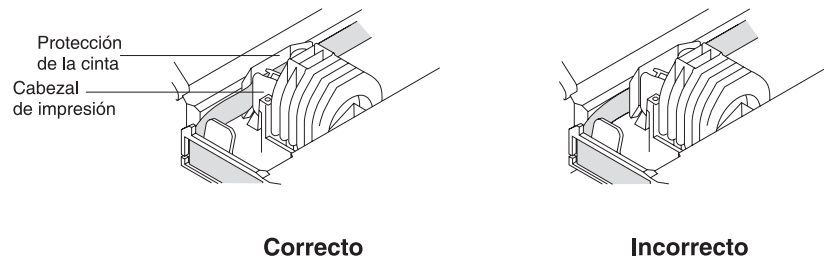

Figura 25. Vía de acceso a la cinta alrededor del cabezal de impresión
4. Una vez que el cartucho está colocado, gire el tirador hasta que la cinta se desliza entre el cabezal de impresión y la protección de la cinta. Consulte Figura 25 para obtener el posicionamiento de cinta correcto.